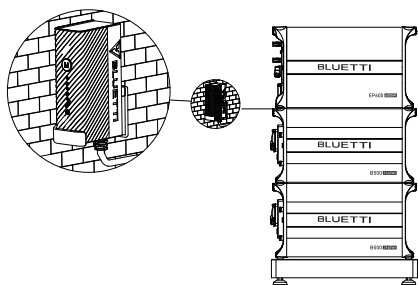
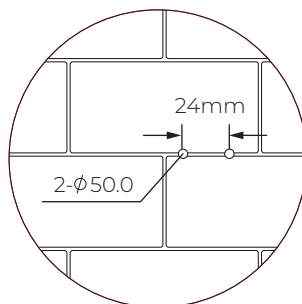

Abb. 3-14-1
Abb. 3-14-2
- Bohren Sie 2 Führungslöcher in die Wand. Beachten Sie Lage und Durchmesser der Bohrungen in Abb. 3-14-1 und Abb. 3-14-2. Die Bohrungen haben eine Tiefe von 26 mm.